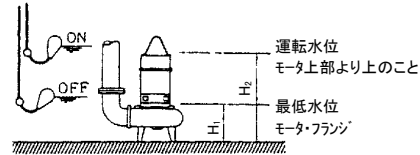

図 3
- 8) 非自動形ポンプ (DVR 型) は、フロートによる自動運転装置が内蔵されていませんので、ポンプ運転水位には十分注意してください。なお運転可能な最低水位付近で 10 分以上の連続運転で使用しますと、電動機内蔵のオートカットが作動しますのでご注意ください。ポンプの空運転がないように図 3 の如く、必ず自動運転装置を設け水位設定をお願いします。また、吸込ノズル付ポンプを最低水位以下で運転する場合は、運転時間を 3 分以内を目安にタイマー等で設定してください。